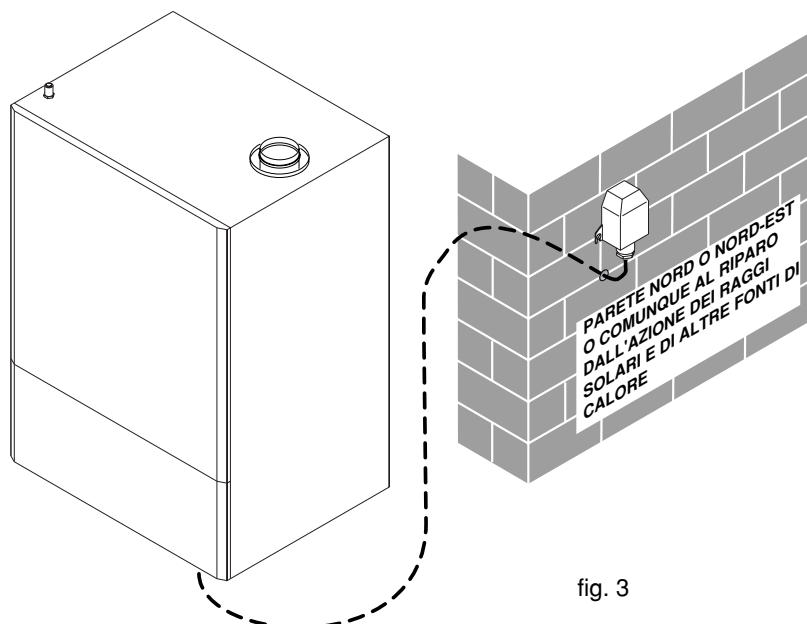

fig. 3
- Applicare in verticale il gruppo sonda alla parete (vedi fig. 3).